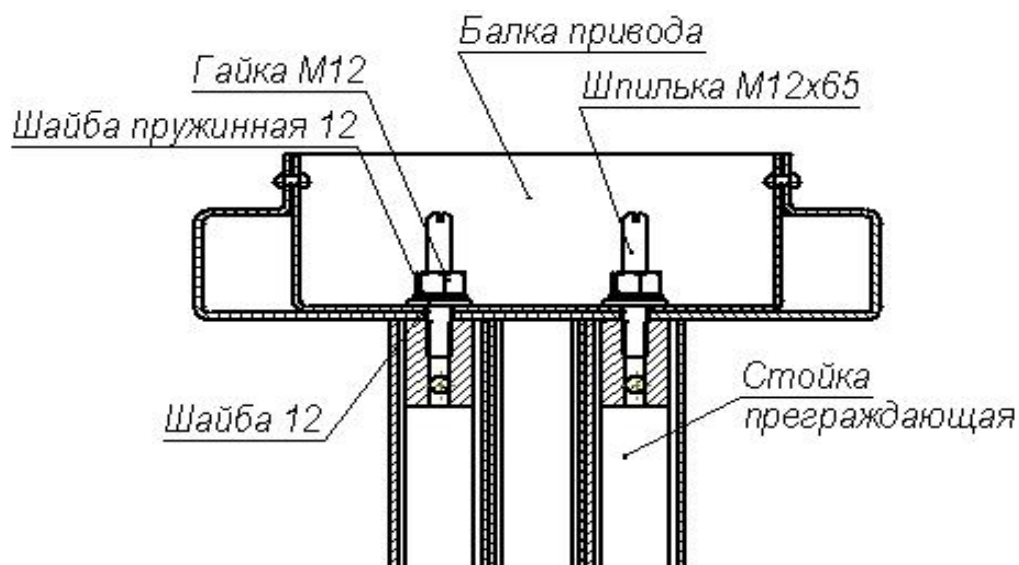

Рисунок 9 – Крепление балки привода (13) к стойке преграждающей (3)
8.2.8 Вверните две шпильки *M12x65* в верхнюю часть преграждающей стойки (3) (см. рисунок 9).
8.2.13 Поверните балку (13) концом, на котором расположена DIN-рейка (рисунок 3), к преграждающей стойке (3), а другим концом — к секциям (6) и (7) формователя прохода. Используя две стремянки, поднимите балку на высоту преграждающей стойки и обоприте её сверху на преграждающую стойку. Открепите концы кабелей от верхней планки преграждающей стойки (п. 8.2.9), пропустите их в отверстие балки и закрепите с помощью липкой ленты внутри балки. Наденьте балку на две шпильки, расположенные на преграждающей стойке (п. 8.2.8), наденьте на каждую шпильку шайбу 12, затем шайбу пружинную 12 и зафиксируйте положение балки двумя гайками M12 (см. рисунок 9), накрутив их до середины выступающей части шпилек.